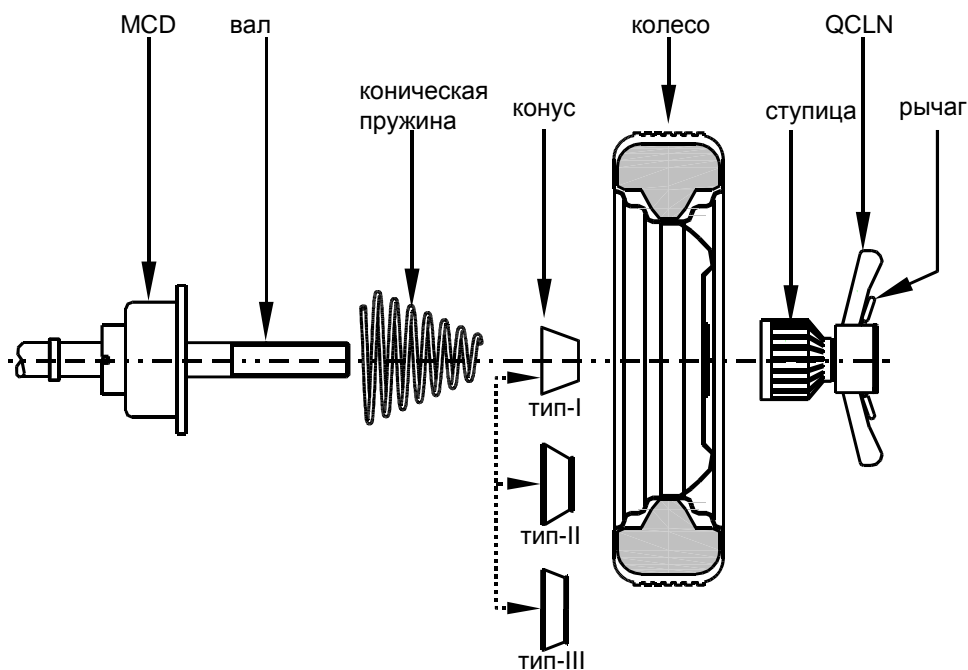

рис. 13
3. плавно надвиньте конус посадки колеса на вал состыковывая концом с большим диаметром к самоцентрирующему устройству вала, как показано на рис.13.